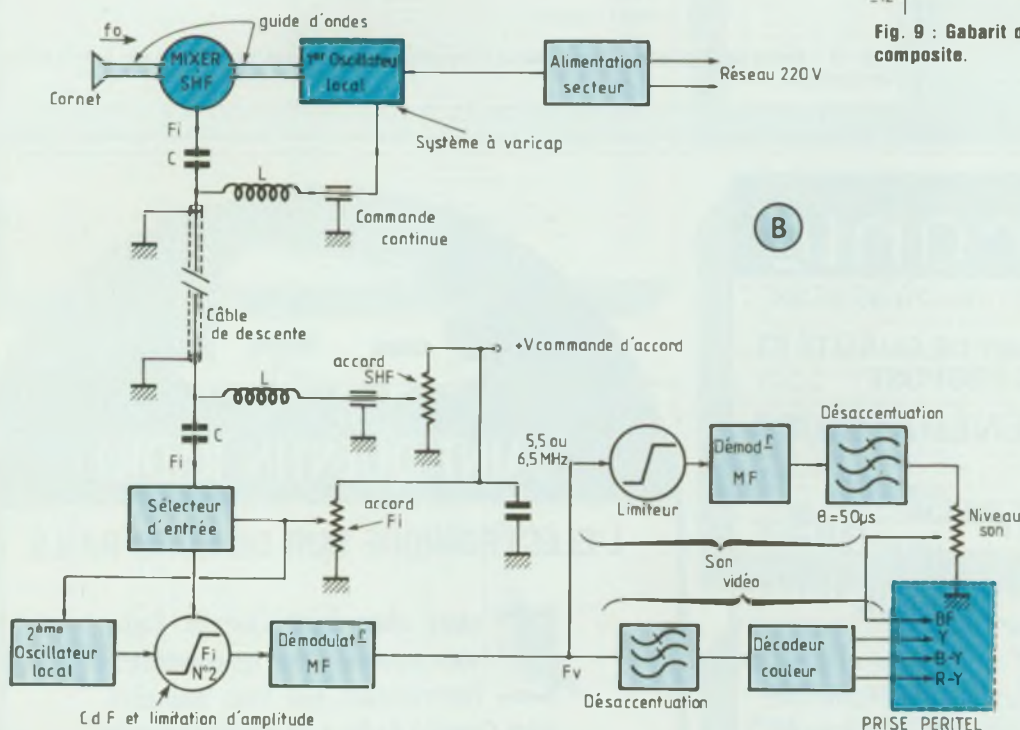

Fig. 10
Dans l'état actuel des choses, la parabole de réception est munie d'un convertisseur qui transforme l'onde reçue en une fréquence plus facile à transmettre dans les câbles usuels :  $F_i = 980$  à  $1275$  MHz (10). Cette fréquence MF est appliquée à un appareil qui est en fait un véritable récepteur-démodulateur : voir figure 10. Sa constitution fait état d'un tuner d'accord qui sélectionne le canal à recevoir ; la commande est en tension continue et passe par le câble pour accorder le changement de fréquence du convertisseur sur le canal choisi. Lorsqu'on se contente d'une seule station, le convertisseur est calé à proximité de celle-ci et c'est la  $F_i$  qui est sélectionnée avec précision entre 980 et 1275 MHz ; ceci constitue une économie substantielle mais limite un peu trop la réception car il faut déjà songer à la réception de plusieurs satellites : TV SAT (RFA), TDF1 (France), Intelsat V (U.S.A.), ESC (TV5-Europe, RAI-Italie, NRK-Norvège, etc...), GHORIZON (sur 4 GHz-URSS), etc... Nous y